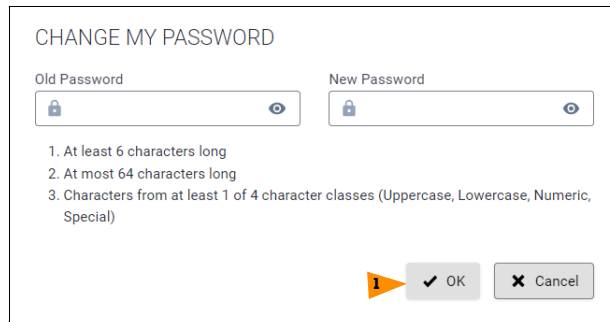

Abbildung 10. Fenster „Change My Password“
6. Im Fenster „Change My Password“ (Passwort ändern) das vom Gateway-Etikett abgelesene Passwort in das Feld „Old Password“ (Altes Passwort) eingeben und im Feld „New Password“ (Neues Passwort) das gewünschte neue Passwort eingeben, das den im Fenster aufgeführten Richtlinien entsprechen muss. Schaltfläche „OK“ drücken (Punkt 1, Abbildung 10).